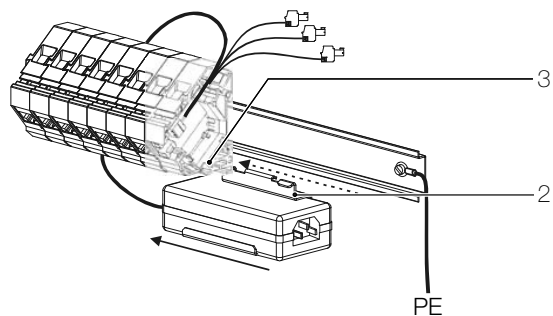

fig. 38 Montage dans le distributeur multimédia
1. Assurez-vous que les rails normalisés et le cadre du distributeur multimédia sont mis à la terre (voir aussi *fig. 38*).
2. Encliquetez le bloc d'alimentation (1) dans le support de montage (2).